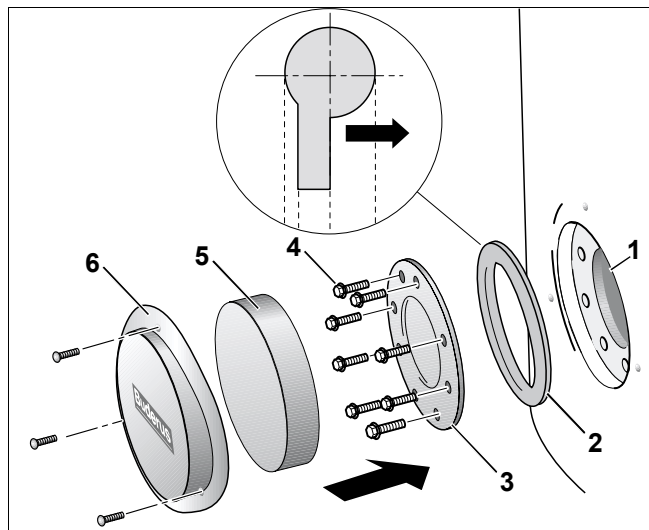

Fig. 13 Montarea gurii de vizitare
- Se așează noua garnitură de etanșare (Fig. 13, **Poz. 2**) în gura de vizitare (Fig. 13, **Poz. 1**). Se va respecta sensul de montaj al garniturii de etanșare: Marcajul "Deckelseite" (spre capac) trebuie să fie spre capacul gurii de vizitare.
- Se strâng șuruburile cu cap hexagonal "la mână" (Fig. 13, **Poz. 4**) în capacul gurii de vizitare (Fig. 13, **Poz. 3**).
- Se montează căptușeala termoizolantă (Fig. 13, **Poz. 5**) și masca capacului gurii de vizitare (Fig. 13, **Poz. 6**).